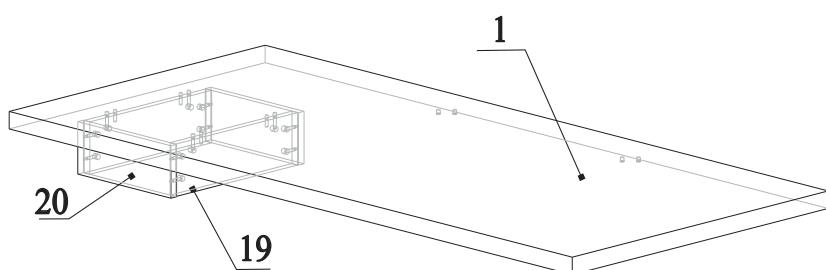

Рис.24
49. Соединить детали 19 с деталью 1, затянуть эксцентрики по часовой стрелке до упора (рис.24)